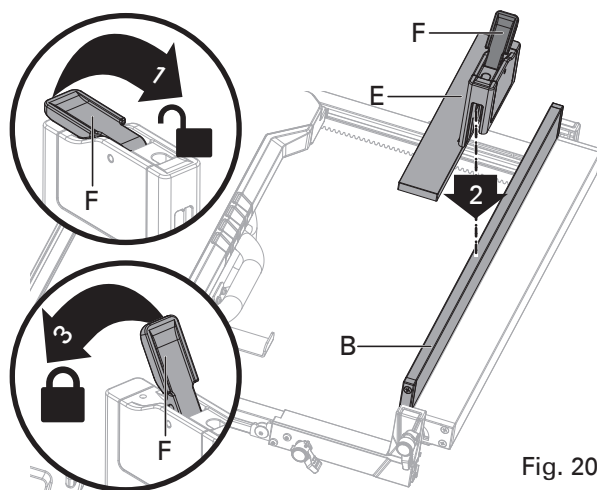

Fig. 20e
- Tirer vers le haut le levier de verrouillage (F) et aligner la fente de l'ensemble du garde secondaire avec le guide étroit (b), puis pousser vers le bas l'ensemble du garde secondaire, le verrouiller en place en poussant vers le bas le levier de verrouillage (F). (Fig. 20e)